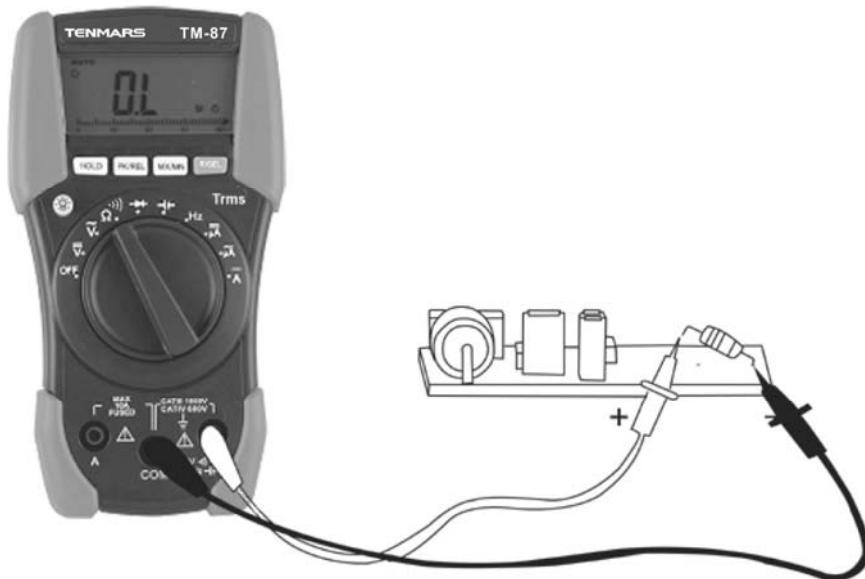

Fig. 5
3. 將紅色測試棒插入 "HzVΩμA" 插座;黑色測試棒插入 "COM" 插座(如 Fig. 5)。